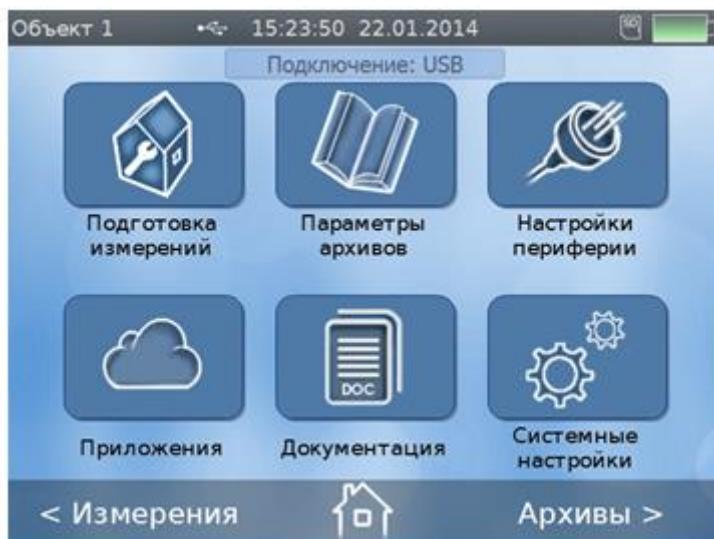
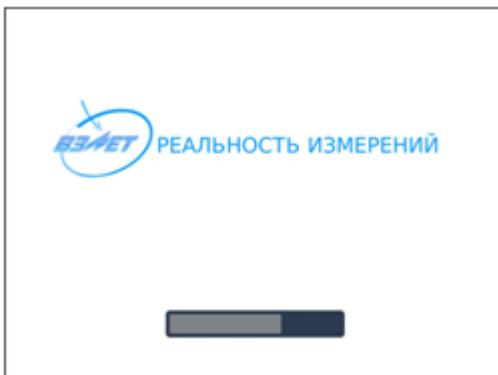

Рис.4. Основное меню расходомера.
Рис.12. Заставка на дисплее в режиме самотестирования.
3.1.1. Для управления расходомером с клавиатуры используется многоуровневая система меню, состоящая из основного меню (рис.4), подменю, команд и параметров, наименования которых сгруппированы в списки.
- 3.3.1. Для ввода цифровых или списочных параметров возможно использование функции «in-touch» дисплея. Для входа в какое-либо подменю из основного меню достаточно прикоснуться пальцем к соответствующей иконке на дисплее (см. рис.4).
- 4.1. Для включения расходомера необходимо нажать и несколько секунд удерживать кнопку  . Прибор входит в режим самотестирования, на дисплее индицируется заставка (см. рис.12). По окончании самотестирования на дисплей выводится основное меню (см.рис.4).